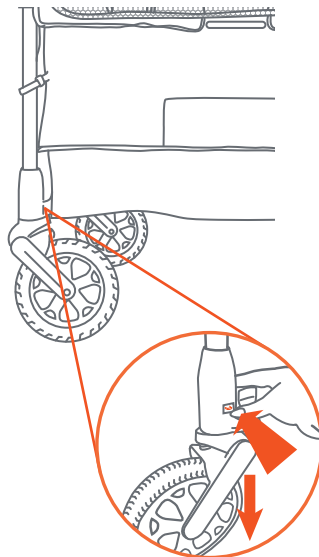

Fig. 17
- 17)** • Push the metal pin on the back of the wheel and pull the wheel out to remove (Fig. 17).
- Empuje el pasador de metal en la parte posterior de la rueda y tire de la rueda hacia afuera para quitarla (Fig. 17).